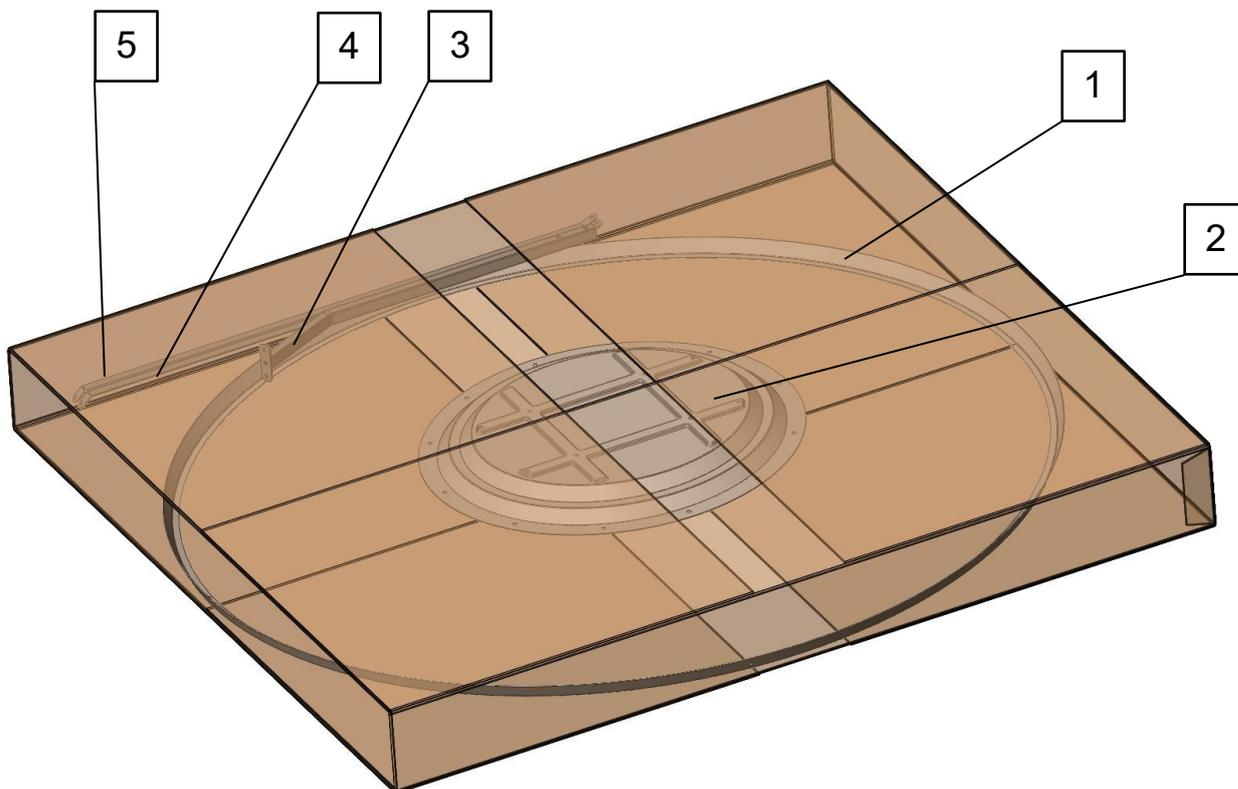

Рисунок 14 – Укладка короба из гофрокартона с элементами антенной системы
В короб из гофрокартона поз. 2 укладываются следующие составные части АС (см. рисунок 14):
- Рефлектор из состава СТВ-1,2-1.1 АУМ (поз.1 рис. 14);
- Подзеркальник из состава СТВ-1,2-1.1 АУМ (поз.2 рис. 14);
- Дуга конвертородержателя из состава СТВ-1,2-1.1 АУМ (поз.3 рис. 14);
- Тяга к/д левая на отражатель из состава СТВ-1,2-1.1 АУМ (поз. 4 на рис. 14);
- Тяга к/д правая на отражатель из состава СТВ-1,2-1.1 АУМ (поз. 5 на рис. 14);
- Комплект крепежа для сборки рефлектора (на рис. 14 не показан).
В короб из гофрокартона поз. 3 укладываются следующие составные части (см. рисунок 14):